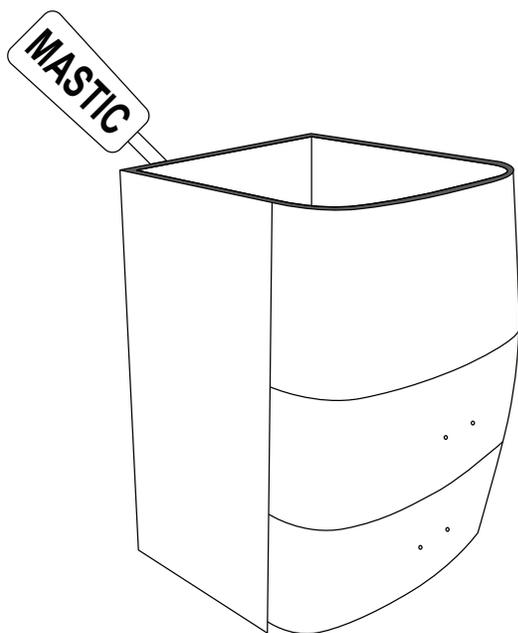

Fig. 2
1. Placez soigneusement un joint de mastic tout autour du haut de l'armoire (voir Fig. 2).